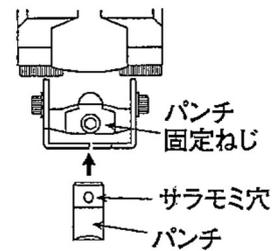

図 G-2
2. パンチ固定ねじをゆるめパンチを抜き取ります。(図 G-2)
4. パンチのサラモミ穴と固定ねじの方向を合せ、文字のある面より取り付け穴に差し込み、固定ねじでパンチを確実に固定します。(図 G-2)